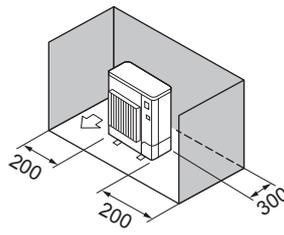

Fig. 2-4
- ③ Окружающие предметы - только сзади и с боковых сторон (Fig. 2-4)